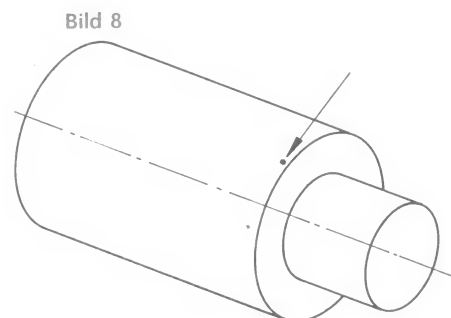

Bild 8
- Deshalb sollten wir nun so tief wie möglich mit einem lang angeschliffenen Bohrstaht (Bild 8) die jeweilige Bohrung bis $\frac{2}{10}$ mm unter den Nenndurchmesser ausdrehen!